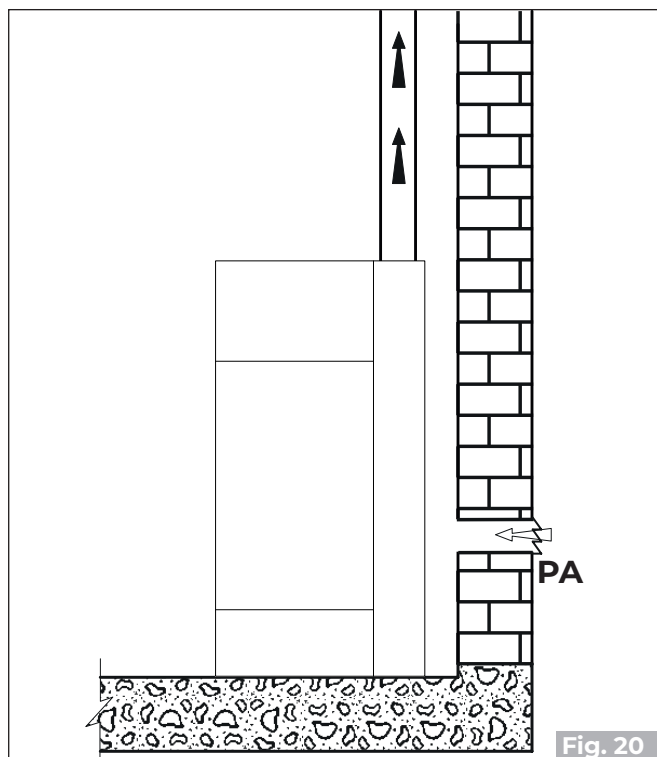
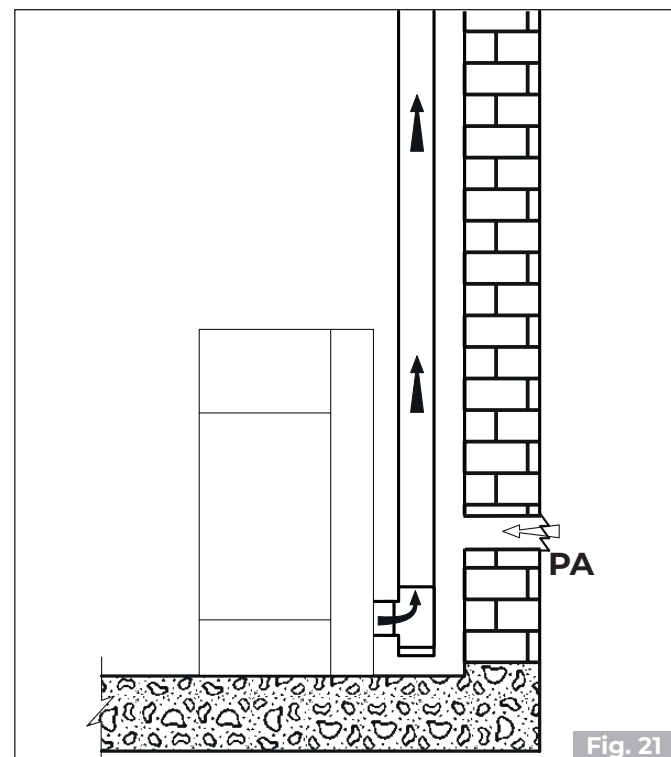

Fig. 20
Fig. 21
- aus der Installationsumgebung oder aus geeigneten Nebenräumen kommen (**Abb. 20 - Abb. 21**)
Den Lufteinlass an der Wand vornehmen (**Abb. 20 und Abb. 21 - PA = Lufteinlass**), und lassen Sie das Gerät frei, um Luft in den Raum anzusaugen. Achten Sie darauf, das Wellrohr an das Lufteinlassrohr, falls vorhanden, anzuschließen, befestigen Sie es mit der Schelle und biegen Sie es leicht nach unten, um mögliche Resonanzeffekte zu vermeiden.